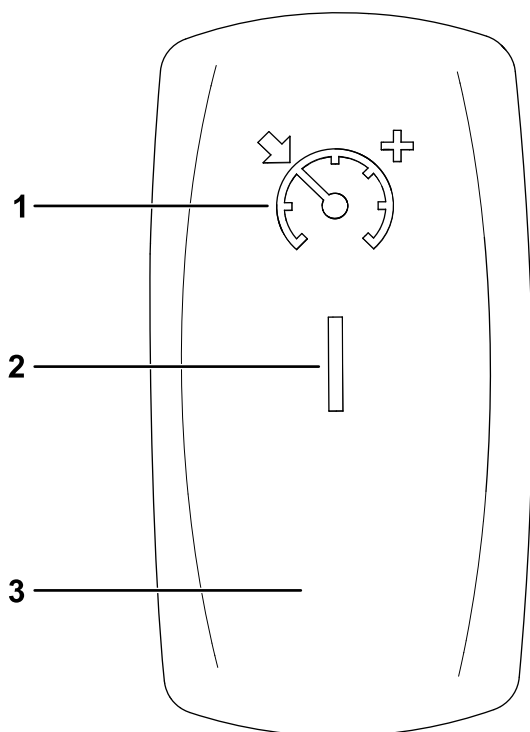

**Figure 46**
1. Placez la commande du régulateur de vitesse à la position ACTIVÉE (Figure 46).
2. Lorsque vous roulez à la vitesse souhaitée, appuyez sur le haut de la commande du régulateur de vitesse pour activer/programmer le régulateur de vitesse (Figure 46).
Pour augmenter la vitesse programmée sur le régulateur de vitesse, appuyez sur le haut de la commande jusqu'à ce que la vitesse voulue soit atteinte (Figure 46).
Pour désactiver le régulateur de vitesse, appuyez sur le bas de la commande (position DÉSACTIVÉE) (Figure 46).